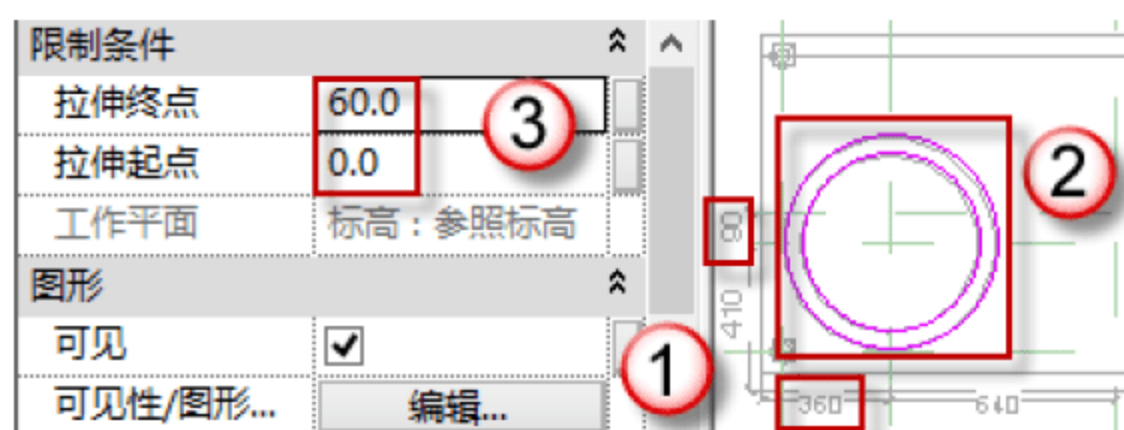

图 8.2.12 绘制炉围 A
(12) 炉围 A 由半径为 300mm 的圆与半径为 250mm 的圆合成的圆环, 其高度为 60mm。返回到“楼层平面-参照标高”平面, 配合“CO”和“MM”的命令绘制参考线。选择“创建”→“拉伸”→“圆形框”命令, 绘制图框 a (半径=300mm), 在选项栏中更改偏移量为“-50”, 绘制图框 b (半径=250mm), 在“属性”面板中编辑“拉伸起点”和“拉伸终点”的数值 (0, 60), 然后单击 √ 按钮。如图 8.2.12 所示。